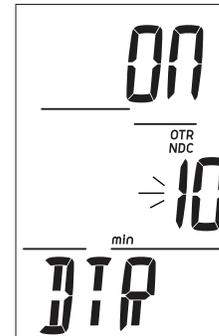

Fig. 24 - RÉGLAGE DE L'ALARME DE TEMPS DE PLONGÉE RESTANT
**Réglage de l'alarme de temps de plongée restant :** paramètres affichés (fig. 24)